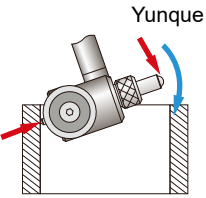

Fig.2
3. Accesorios opcionales: anillo de ajuste (ref. 6313), mango largo (ref. 7351), calibrador de calibre (ref. 2395)
---No introduzca el calibre en la pieza de trabajo ni en el anillo de ajuste desde el lado del yunque. Es necesario presionar el punto de contacto y el puente de protección en el anillo de ajuste o pieza de trabajo primero, luego hacer el contacto del yunque con la pared y girar el medidor de calibre en posición vertical ligeramente (fig.2).